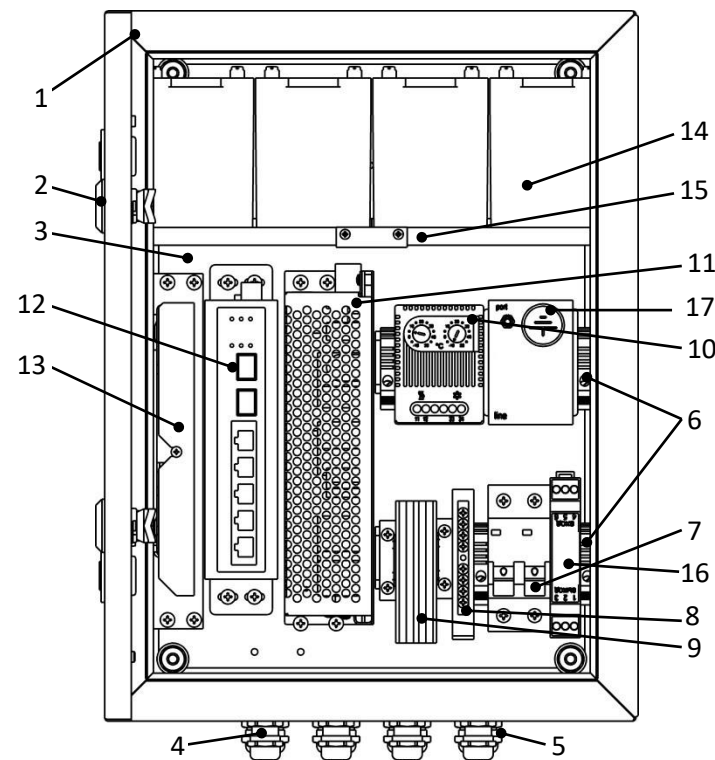

Рисунок 1 – Устройство шкафа
Шкаф представляет собой сварную конструкцию, состоящую из корпуса и дверцы оклеенной уплотнителем, корпус и дверца утеплены изоляционным фольгированным. Внутри корпуса на монтажной панели установлено оборудование (см. раздел 2 и рисунок 1), обеспечивающее бесперебойную работу IP-устройств (до 4шт.) с питанием по PoE, передачу данных по оптическому кабелю, а также обогреватель с термостатом и блоки грозозащиты.
2. Комплектация (см. рисунок 1)